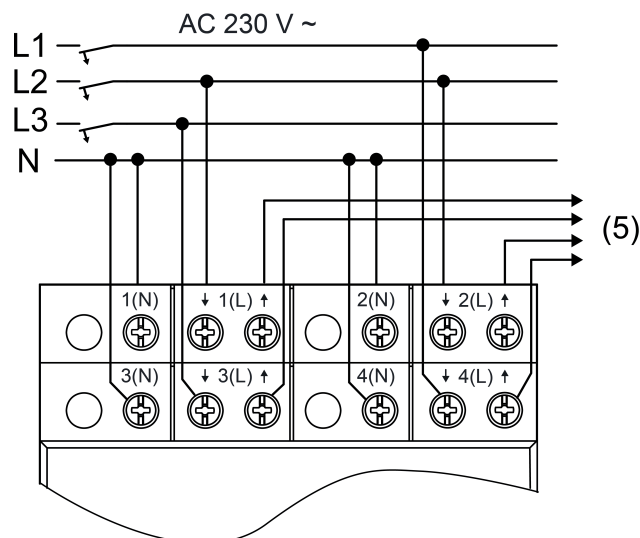

Figure 3: Exemple de raccordement du capteur d'énergie
(5) Concernant les consommateurs à surveiller
- Raccorder les circuits électriques à surveiller selon l'exemple de raccordement du capteur d'énergie (figure 3). Raccorder le capteur d'énergie derrière les disjoncteurs.